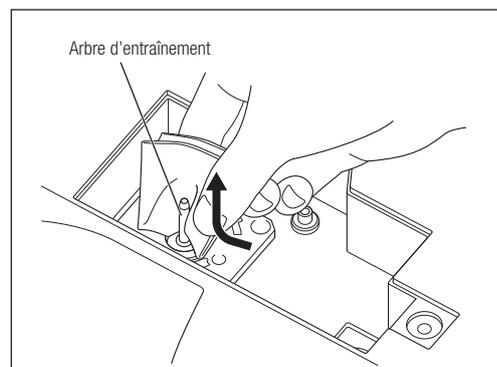

Fig. 56
- Essuyez les saletés et l'eau de l'arbre d'entraînement en allant du bas vers le haut (Fig. 56).